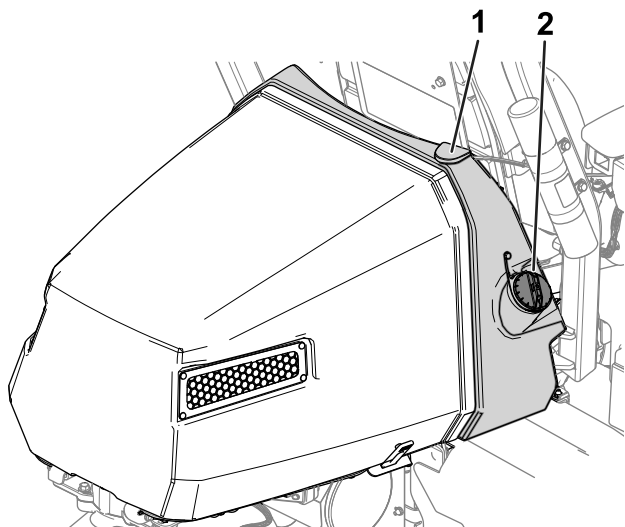

Рисунок 27
2. Очистите область вокруг крышки топливного бака и снимите крышку (Рисунок 27).